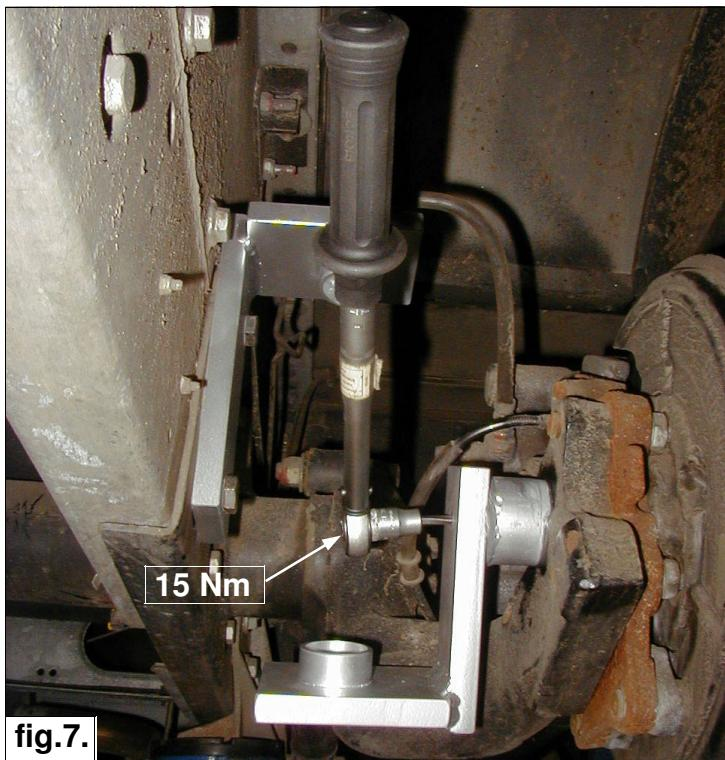

fig.7.
- Draai de onderbeugel zodat de maat **Y = 16 ± 1 mm**. Zie fig. 6. Zet de inbusbout van de beugel vast met **15 Nm**. Zie fig. 7.
- Turn the bottom bracket till **Y = 16 ± 1 mm**. See fig. 6. Tighten the bolt with **15 Nm**. See fig. 7.
- Drehen Sie die untere Bügel so dass die masse **Y = 16 ± 1 mm**. Siehe Fig. 6. Drehen Sie die bolzen des untere Bügels fest mit **15 NM**. Siehe Fig. 7.
6. Orientez la patte inférieure de sorte que la dimension **Y = 16 ± 1 mm**. Voir fig. 6. Serrez le boulon à pans creux de la patte avec une force de **15 Nm**. Voir fig. 7.
6. Justera det nedre fästet till **Y = 16 ± 1 mm**. Se fig.6. Drag åt bulten med **15 Nm**. Se fig. 7.
6. Gire la abrazadera inferior hasta que **Y = 16 ± 0,1 mm**. Véase fig. 6. Apriete el tornillo de hexágono interior de la abrazadera con **15 Nm**. Véase fig. 7.